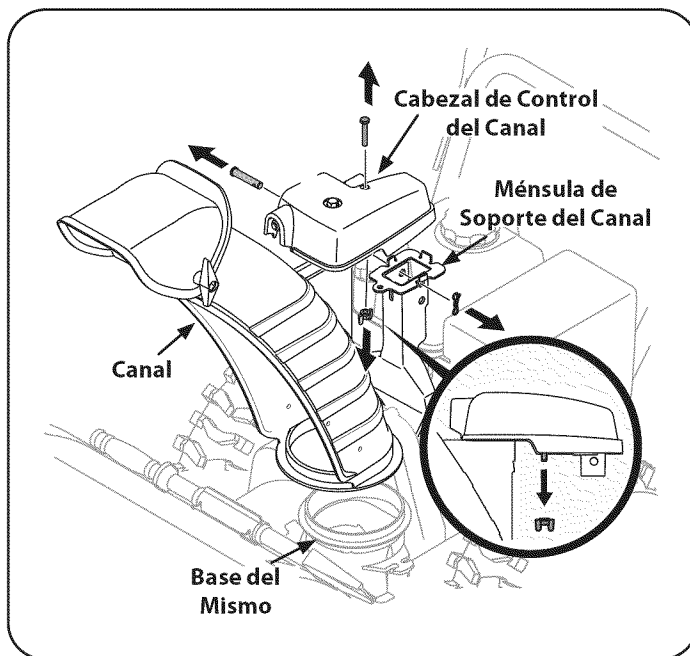

Figura 3
4. Quitar la tuerca mariposa y el tornillo hexagonal de la cabeza de control del canal y el pasador de horquilla y pasador del soporte de soporte del canal. Posición del conducto (mirando hacia el frente) sobre la base conducto. Véase la figura 3.